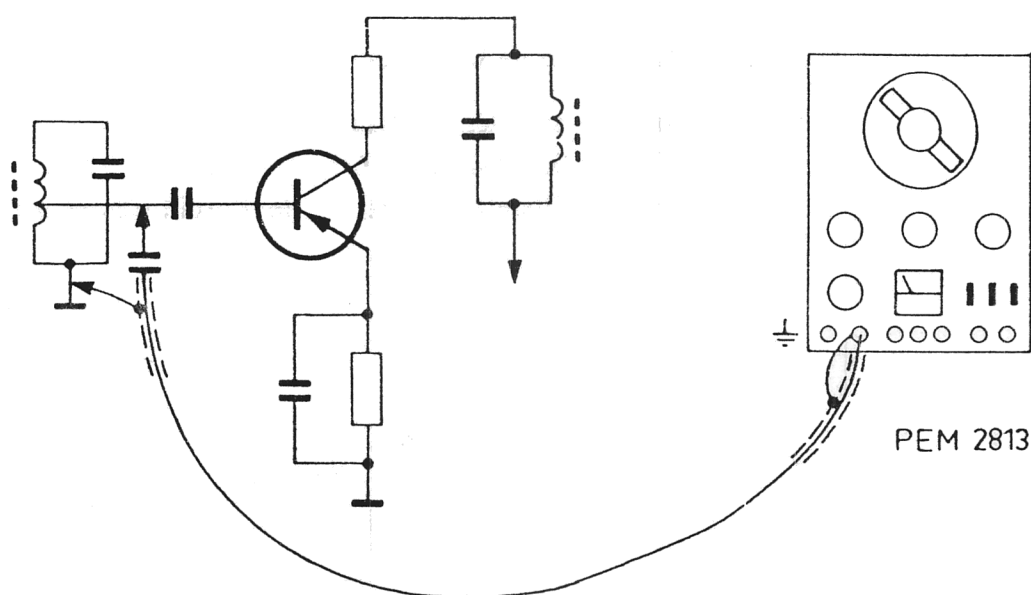

Fig. 13. Mise au point statique d'un récepteur AM
1. Relier le générateur PM 5321, par l'intermédiaire du condensateur de  $30.000 \text{ pF}$  inséré dans l'antenne fictive, à l'électrode du tube mentionné dans le tableau d'alignement de la documentation de service (fig. 13).